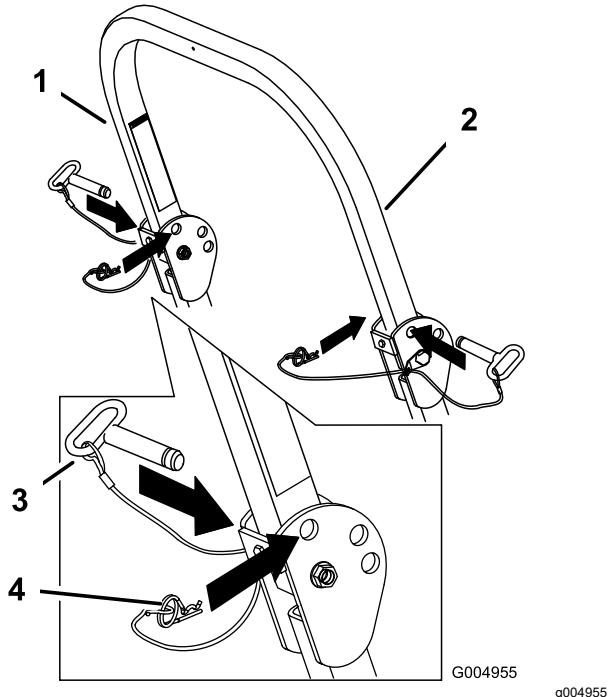

Figura 5
1. Togliete le spine delle coppiglie e le 2 spine (Figura 5).
3. Montate le 2 spine e fissatele con le coppiglie (Figura 5).
2. Alzate completamente il roll bar, montate le 2 spine, quindi fissatele con le coppiglie (Figura 5).